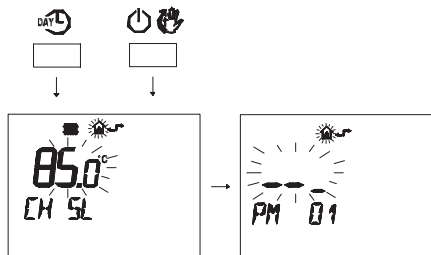

Figura 5.42
- Premere contemporaneamente i pulsanti **DAY** e **ON** per entrare nella programmazione trasparente (Figura 5.42).